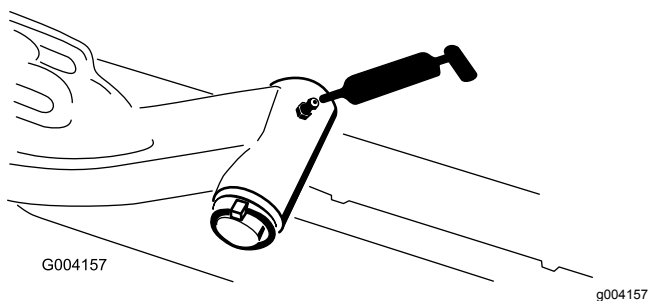

Figura 65
- Veio da articulação do braço de elevação (1 cada) (Figura 65)